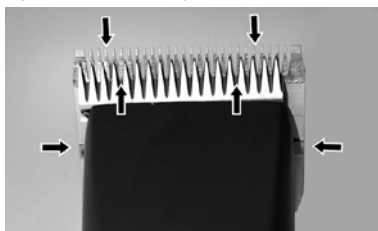

Fig. 22
For at opnå gode klipperesultater og forlænge klipperens holdbarhed er det nødvendigt at påføre et tyndt olielag mellem det øverste og nederste blad (Fig. 22).
- ▶ Smør bladene tilstrækkeligt under klipningen (mindst hvert 15. minut), så de ikke bliver tørre (Fig. 22).
Bladene skal smøres før, under og efter hver anvendelse. Når bladene på skærehovedet efterlader striber eller kører med nedsat hastighed, betyder det, at de skal smøres igen. Påfør nogle få oliedråber foran og lateralt på klippebladene (se pile i Fig. 22). Tør overskydende olie væk med en blød, tør klud. Smøringsprays sørger ikke for tilstrækkelig smøring, men har en kølende effekt på bladene. Udskift øjeblikkeligt beskadigede eller kærvede blad for at undgå skader.